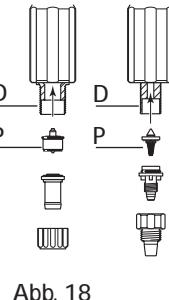

Abb. 18
- Die verschiedenen Teile mit reichlich klarem Wasser spülen und gemäss Skizze (**Abb. 18**) wieder zusammenfügen.
- Wiedereinsetzen des Saugvents je nach Modell - (**Abb. 18-P**) in den Dosierkörper (**Abb. 18-D**), es dabei bis an den Anschlag drücken.